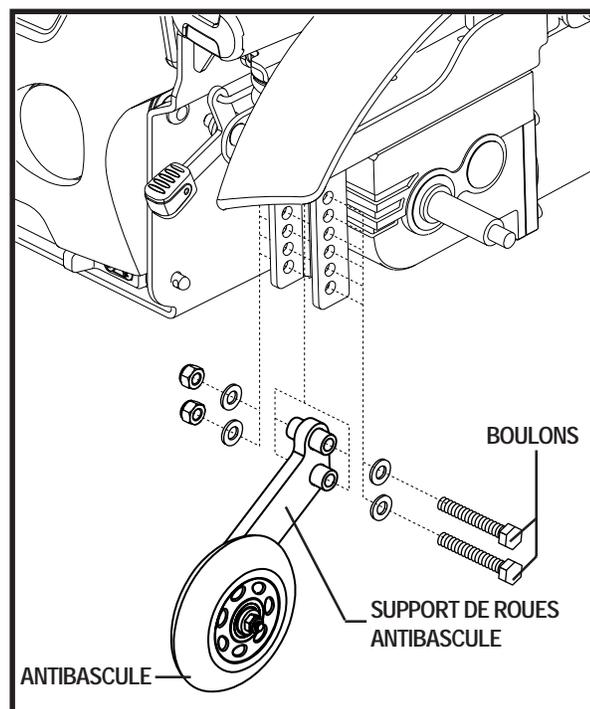

Figure 21. Roues antibascule
1. Retirez les boulons du support de roulette des antibascule. Voir la figure 21.
2. Élevez ou abaissez la roue antibascule par incrément de 1.25 cm ou 2.5 cm en alignant les trous de réglage approprié. Voir la figure 21.